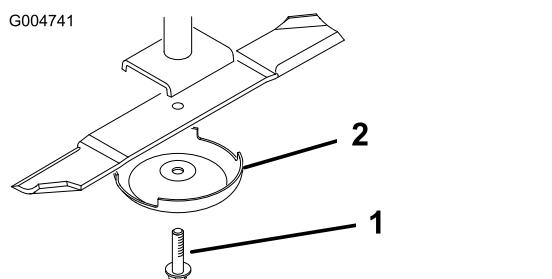

Figura 24
- Retire del eje de la cuchilla el perno de la cuchilla, el protector de césped y la cuchilla (Figura 24).